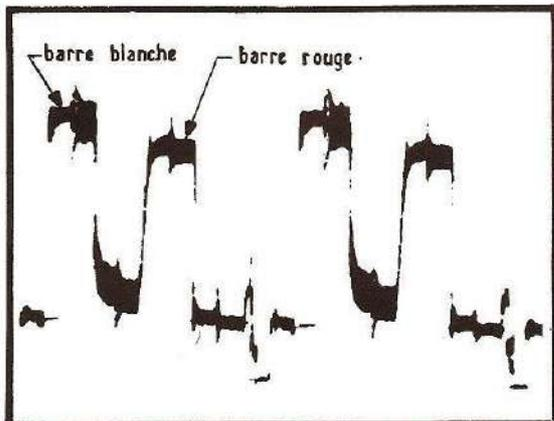

Fig. 11 *Mauvais matricage*
- Régler R773 (retouche) afin d'obtenir une amplitude identique entre la bande blanche et la rouge. (fig. 11 - 11 bis)
Fig. 11 bis *Crêtes de même hauteur